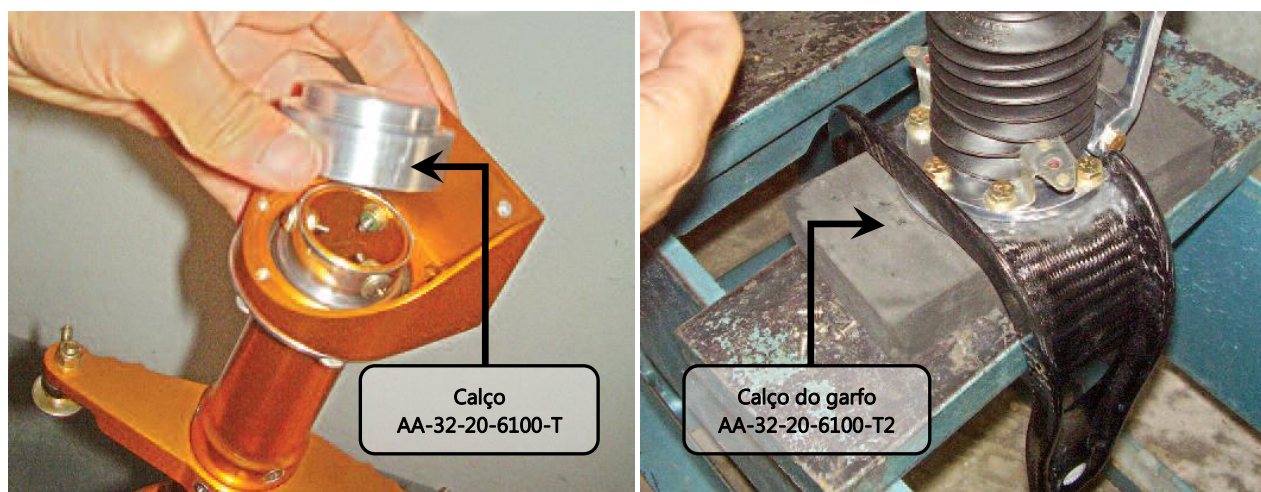

Figura 32.20.9 – Calços de proteção da estrutura
5. Instalar a bequilha em uma prensa conforme a figura 32.20.8, utilizar os calços AA-32-20-6100-T e AA-32-20-6100-T2 mostrados na figura 32.20.9.
6. A figura 32.20.9 mostra os detalhes da instalação dos calços AA-32-20-6100-T e AA-32-20-6100-T2 para proteção da estrutura para o acionamento da prensa.